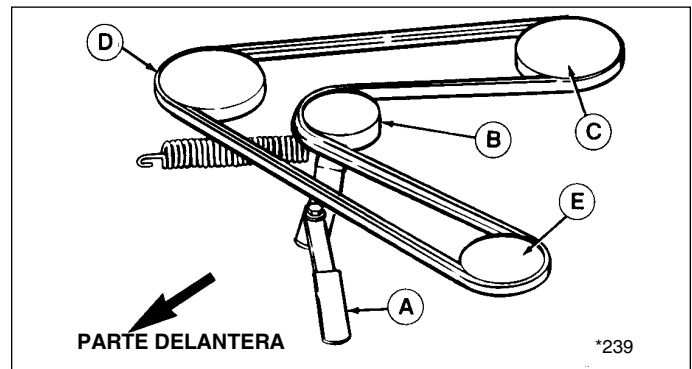

Figura 33. Patrón de la correa - Cortacésped de 86 cm (34 pulg.)
4. Retire la correa antigua de las poleas de husillo y reemplace con una nueva correa. Asegúrese de que el lado en V de la correa se desplace por las ranuras de todas las poleas de husillo y de que el lado posterior plano se desplace contra la polea loca. Consulte el patrón de la correa en la Figura 33.